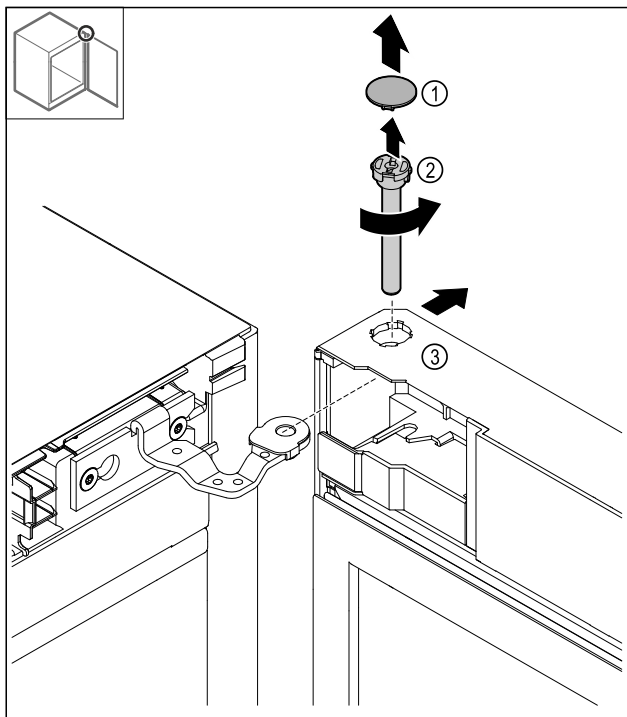

Fig. 19
- Tag afdækningen Fig. 19 (1) af.
- Løsn bolten Fig. 19 (2) mod uret, og træk den ud.
- Vip døren Fig. 19 (3) en smule.